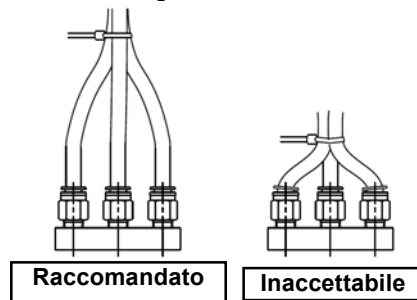

Figura 7
- Inoltre, non applicare forze esterne ai raccordi durante il fissaggio dei tubi con fascette, ecc. Vedi Figura 7.